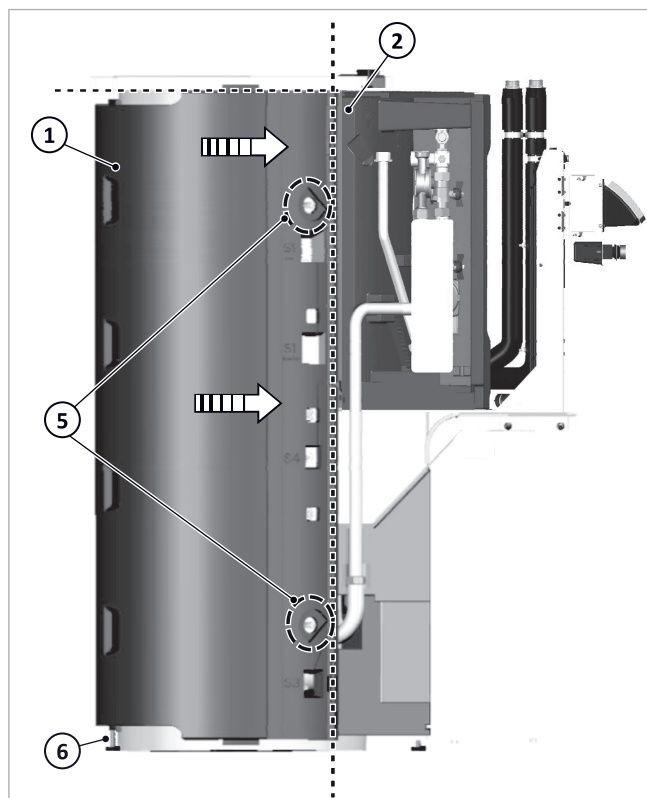

Fig. 15 : installation de l'isolation arrière de l'accumulateur
3. Utilisez une rondelle coudée (3) et une vis (4) pour fixer l'isolation de l'accumulateur en haut et en bas de l'accumulateur → fig. 15 (5).
- terminaison droite en haut de l'isolation arrière de l'accumulateur → fig. 15 (1) avec l'isolation de la station (2)
- affleurant dans les angles droits avec l'isolation de la station → fig. 15 (2) et l'isolation de la bride.
6. Faites sortir le pied → fig. 15(6) jusqu'au sol.